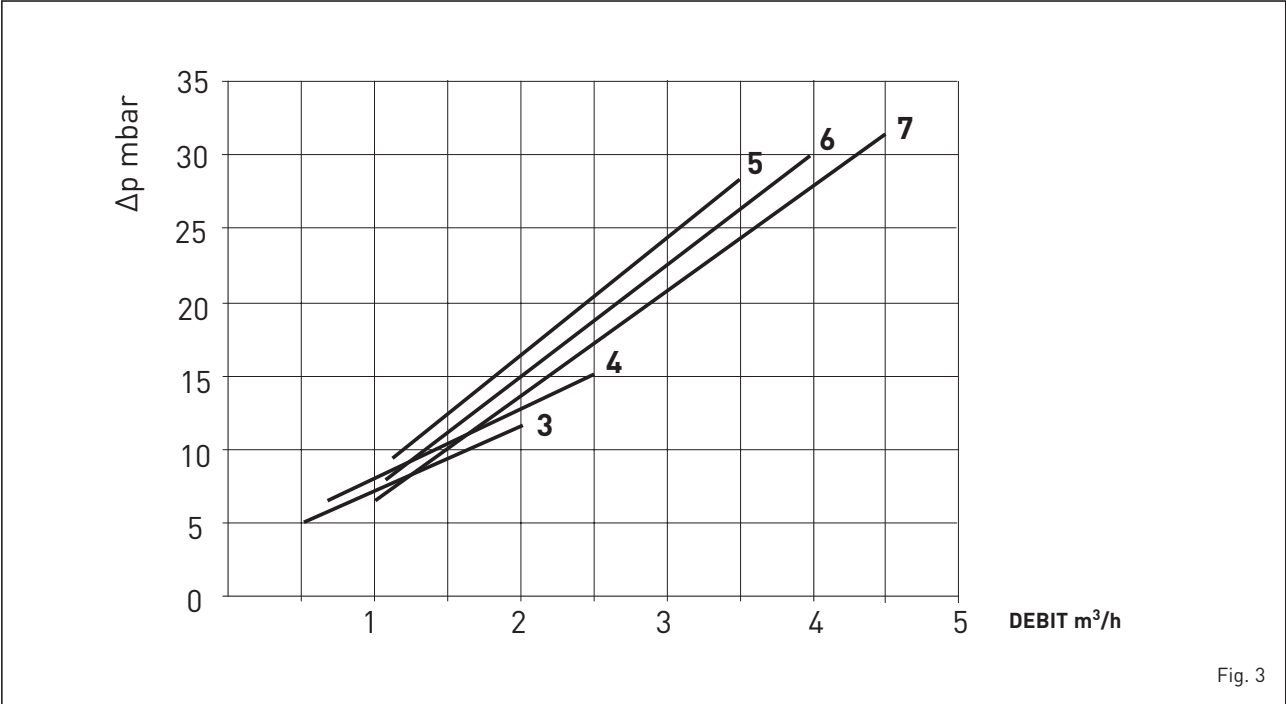

Fig. 3
3.4 PIERDERI DE SARCINA (fig. 3)